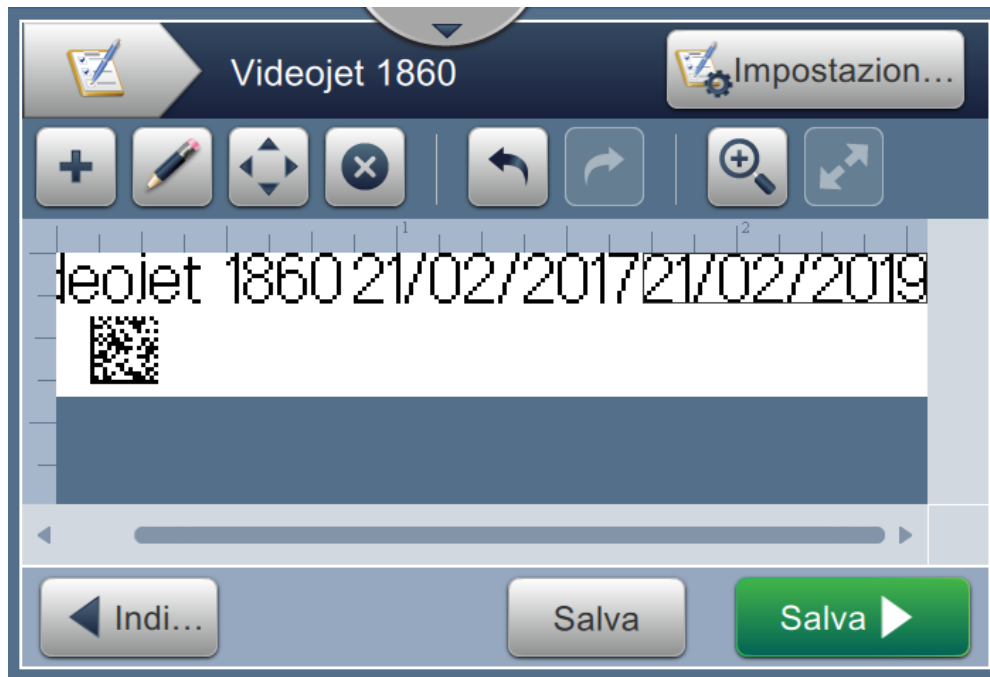

Figura 6-14: Schermata Editor dei lavori
16. Toccare il pulsante  per salvare le modifiche. Viene visualizzata la schermata Editor dei lavori come da Figura 6-14.